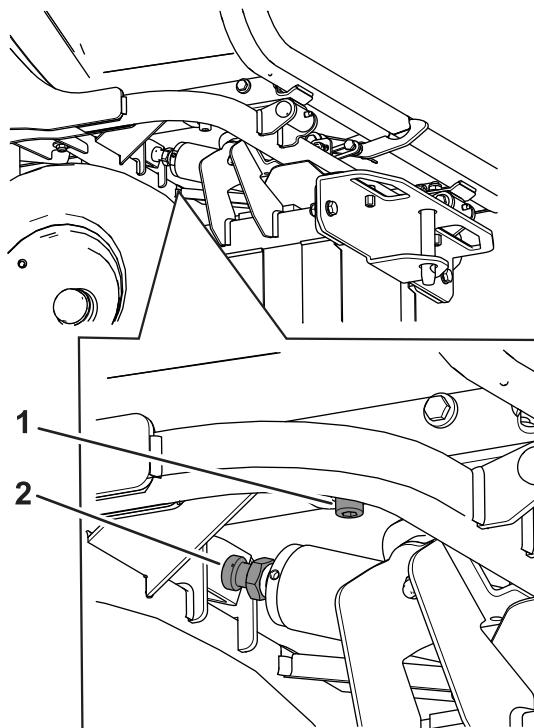

Figura 109
2. Se necessario per ottenere il movimento desiderato della tramoggia, allentate il dado di sicurezza sulla parte posteriore dell'asta del cilindro idraulico (Figura 109).